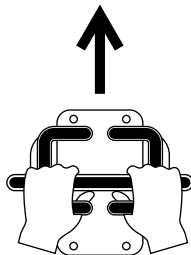

Figura 7
- Para avançar, empurre ambos os controlos de tração para a frente (Figura 7).